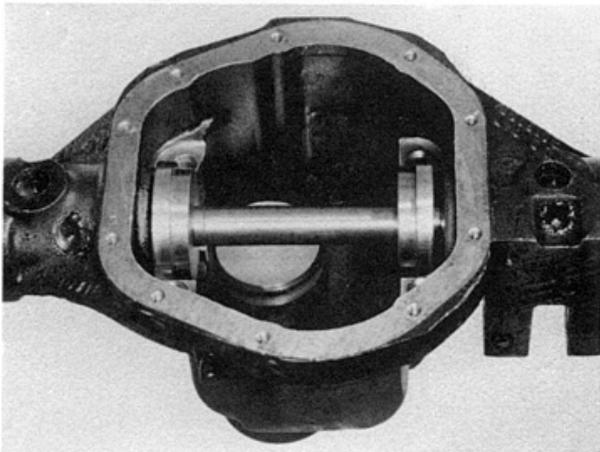

Fig. 31 - Instalação dos discos padrão na carcaça.
- Colocar a árvore de discos, com os discos no alojamento dos rolamentos do diferencial. (Fig. 31).